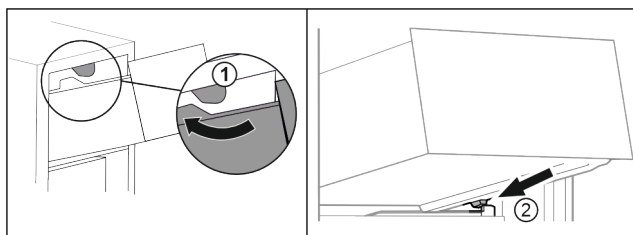

Fig. 133
- Ved'te zásuvku podél horních zarážek. Fig. 133 (1)
- Nasaďte zásuvku šikmo za dolní zarážky na žebrování na nádoby. Fig. 133 (2)